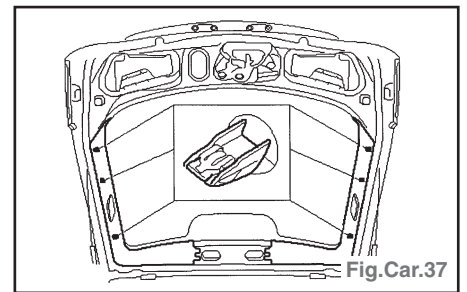

Fig.Car.37
- déposer le manchon (1),
- déposer la douille (2).
- Déposer les panneaux de garnissage latéraux de hayon (Fig.Car.37).